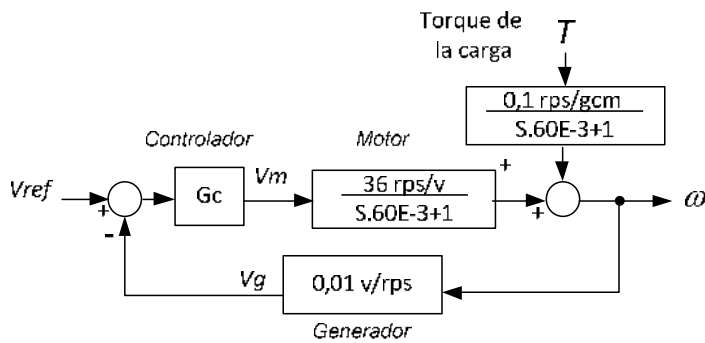

Figura 2: Sistema de control de velocidad
El diagrama de bloques de la Figura 2 muestra un sistema de control realimentado, en el que se representa la función de transferencia correspondiente al controlador, el modelo simplificado de primer orden del motor de CC (incluyendo las masas y rozamiento del taco-generador como propias) y la función de transferencia del sensor. Las señales de entrada de interés son el set-point " V_{ref} " y el torque " T " impuesto por la carga, que se considera como la señal de perturbación más importante. Las variables de salida a considerar son la velocidad " ω " de rotación del eje y la tensión " V_g " que entrega el generador (sensor de velocidad).
B.2. Suponga que los datos contenidos en la Figura 2, representan con la suficiente fidelidad al sistema que se usará en el laboratorio.